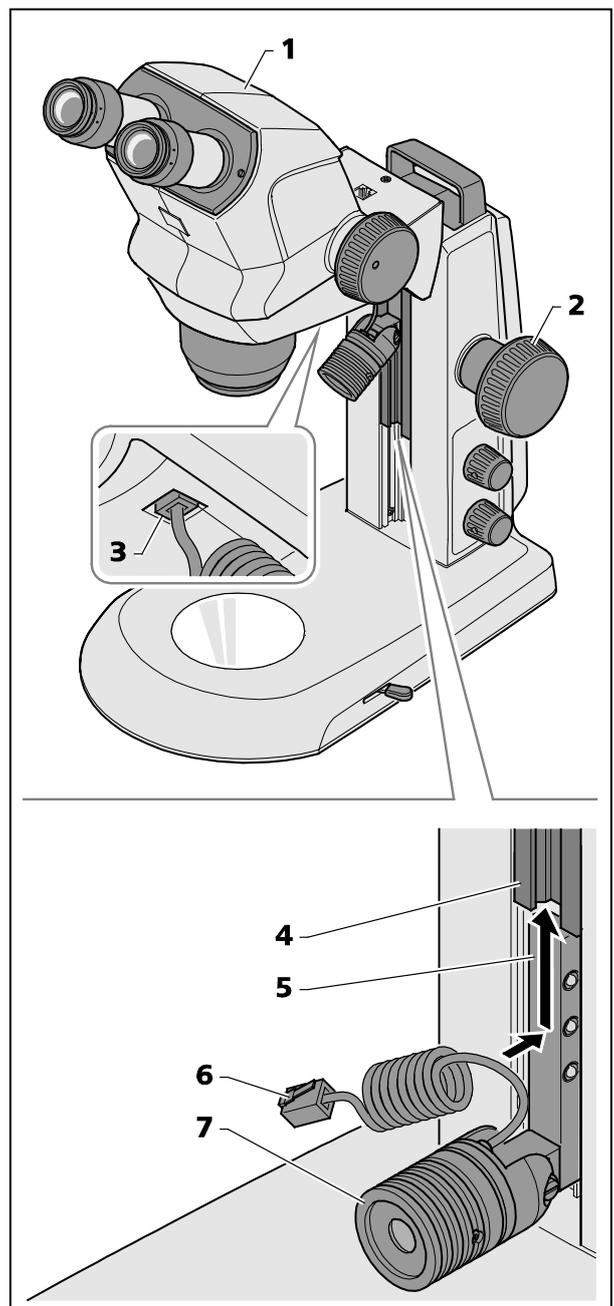

Fig. 8 Montage du spot
- Montez le corps de microscope (Fig. 8/1) en position de butée maximale au moyen de la molette de mise au point (Fig. 8/2).
- Appliquez le bas du support (Fig. 8/5) du spot (Fig. 8/7) sur le rail du statif (Fig. 8/4) puis redressez le support et glissez-le vers le haut jusqu'à la position désirée.
- Introduisez la fiche du câble de raccordement (Fig. 8/6) du spot dans la prise inférieure du bras support du microscope (Fig. 8/3).